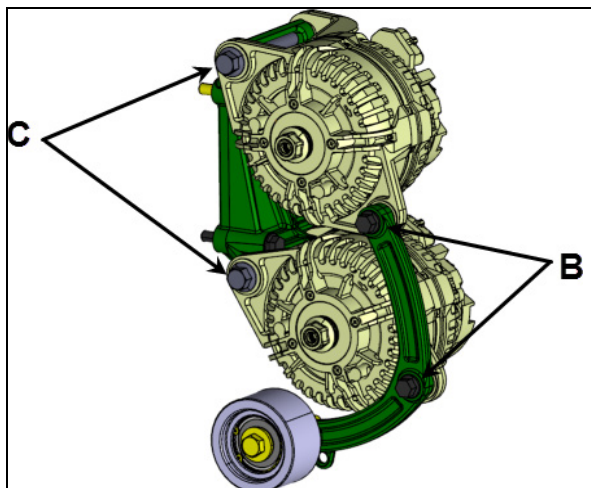

FIGURE 23
11. Afin d'assurer une installation correcte, il est important de serrer les boulons de montage des alternateurs dans l'ordre approprié. Utiliser du Loctite 243 bleu sur les filets (FIGURE 23).